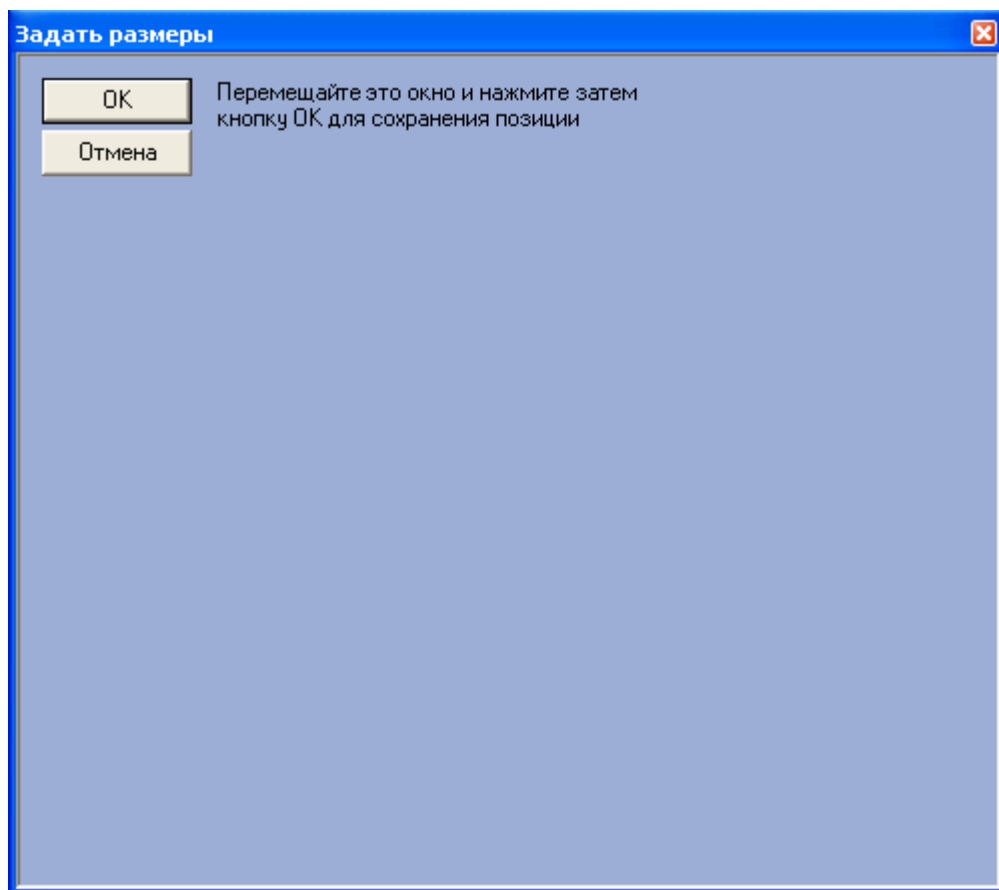

Рис. 7.9—3. Визуальный метод задания координат
Для этого следует нажать кнопку «» (см. Рис. 7.9—2, 4) и, используя мышь, задать требуемый размер и положение тестового окна, после чего нажать «OK» (Рис. 7.9—3). Координаты тестового окна будут автоматически рассчитаны и скопированы в поля «X», «Y», «W» и «H».
5. В том случае, если требуется разрешить перемещение компонента «Оперативный монитор», установить флажок «Разрешить перемещение» (см. Рис. 7.9—2, 5).
6. Для сохранения внесенных изменений нажать кнопку «Применить» (см. Рис. 7.9—2, 6).